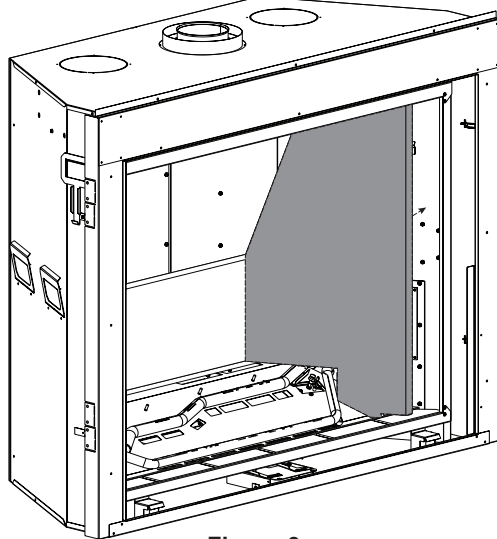

Figure 3
2. Placer la GARNITURE LATÉRALE DROITE contre la paroi du foyer et la GARNITURE ARRIÈRE en les poussant pour qu'ils demeurent en place. **Voir Figure 3.**